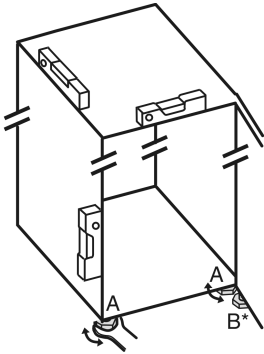

Fig. 25
- ▶ Відкручуйте ніжки Fig. 25 (A) наявним у комплекті гайковим ключем із відкритим зівом і за допомогою рівня, доки пристрій не стоятиме рівно на поверхні та його не буде вирівняно.
- ▶ Відкручуйте регульовану ніжку Fig. 25 (B) на опорному кронштейні наявним у комплекті гайковим ключем із відкритим зівом, доки вона не прилягатиме до підлоги.
- ▶ Поверніть регульовану ніжку Fig. 25 (B) ще на 90°.